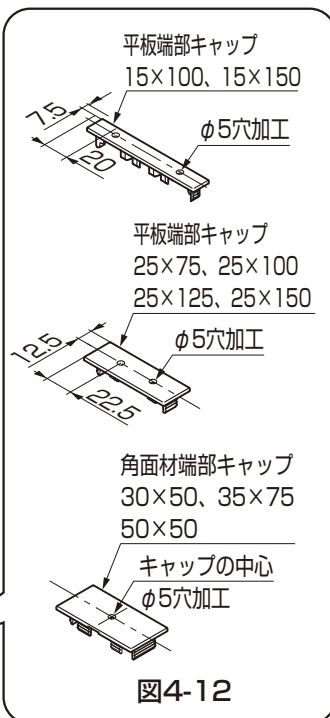

図4-12
- ③下側に取付ける端部キャップにφ5の水抜き穴をあけてください。(図4-12参照)